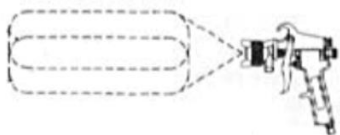

fig. 5
4. Chevauchez chaque course d'environ 50 % pour vous assurer d'une couverture de 100 % (fig. 5).